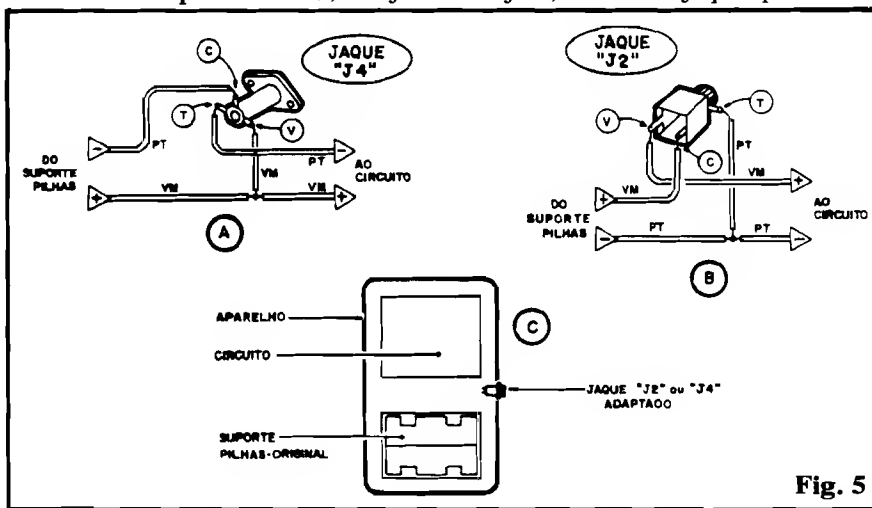

Fig. 5
- **FIG. 5-A** - Se for usado um conjunto "plugue P4 e **jaque J4**" (o primeiro no cabo de saída da FONTE e o segundo incorporado ao aparelho a ser alimentado), as ligações ao J4 ficarão da maneira mostrada. Observar com **muita atenção** as polaridades, "destinos" e "procedências" de cada fio, cores identificatórias e codificações atribuídas aos terminais do **jaque** ("V" para **vivo**, "T" para **terra** e "C" para **chave**...). O ja-
- **FIG. 5-B** - Se o sistema de conexão da alimentação externa for feito a partir de um conjunto "plugue P2 e **jaque J2**" (o primeiro no cabo da FONTE e o segundo no corpo do aparelho...), a "coisa" deve ser feita conforme mostra a ilustração... De novo, **cuidado** com as polaridades (as cores identificatórias estão marcadas, em abreviações, junto a **todos** os fios...), "origens" e "destinos" de cada conjunto de cabos, bem como às codificações ("V-T-C") usadas para identificar os terminais do **jaque**. Esse, na figura, é visto pela retaguarda...
Se ainda não ficou claro, a "fêmea" na fig. 5-A "casa" com o "macho" mostrado na fig. 2-B, enquanto que a "fêmea" mostrada em 5-B aceita certinho o "macho" ilustrado em 3-B (P4 com J4 e P2 com J2...) ficando o critério de escolha do "casal" unicamente por conta do Leitor/Aluno, já que são eletricamente equivalentes...
- **FIG. 5-C** - Em qualquer dos exemplos (5-A ou 5-B) a acomodação final do **jaque** no aparelho pode ser referenciada pela disposição geral mostrada... Conforme já dissemos, é só achar um "cantinho" na caixa do aparelho (área livre na face externa da caixa, e espaço livre dentro da dita cuja...) onde o **jaque** possa ser
Existe, sim, essa possibilidade (dentro de certos limites) e as eventuais alterações NÃO se referem aos esquemas originais de ligação do circuito da FONTE (conforme FIG. 5 - Seção PRÁTICA - ABC nº 3 - montagem da FONTE DE ALIMENTAÇÃO...), mas apenas aos parâmetros individuais de **certos componentes**, conforme "dicas" a seguir (serão ordenadas as NECESSIDADES e as possíveis SOLUÇÕES...):
Assim, FONTES DE ALIMENTAÇÃO simples, com TENSÕES de Saída de 6, 9 ou 12V, e CORRENTE de até 1A, podem ser facilmente estruturadas, **sem que mude o lay out** original do circuito (mostrado na fig. 5 - Seção PRÁTICA - ABC nº 3).